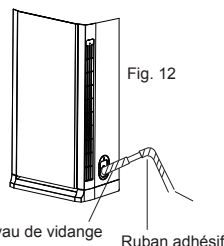

Fig. 12
4. Après le raccordement, vérifiez si l'eau est refoulée normalement ou s'il y a une fuite. (Comme l'illustre la Fig.12)